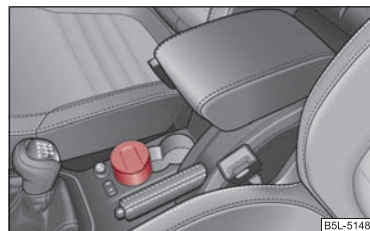

Fig. 89 Consola central: Cenicero delantero
- Sacar el cenicero ⇒ fig. 89 hacia arriba. Al sacarlo, no sujetar el cenicero por la tapa - podría romperse. ►